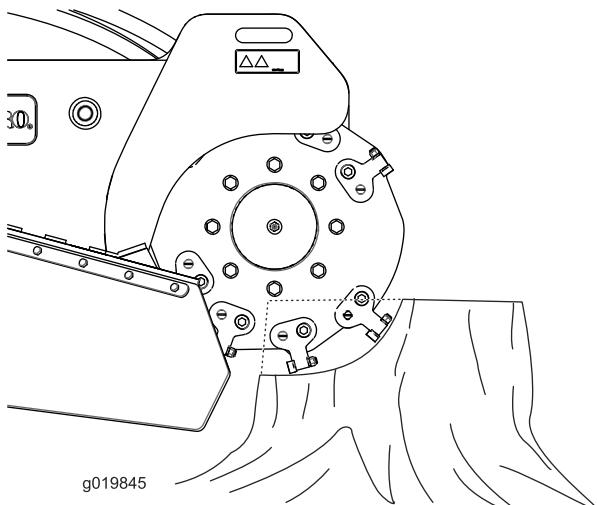

Bild 21
- Pendeln Sie die Fräse langsam mit dem Fräsensteuerhebel über die Oberfläche des Baumstumpfs und schneiden Sie Splitter ab (Bild 21).
- Schneiden Sie die Kanten des Baumstumpfs für besseres Fräsen. Wenn die Schnittbreite fast ein Viertel des Raddurchmessers beträgt (Bild 21), heben Sie die Fräse an, bewegen sie vorwärts und schneiden Sie die Kante erneut.